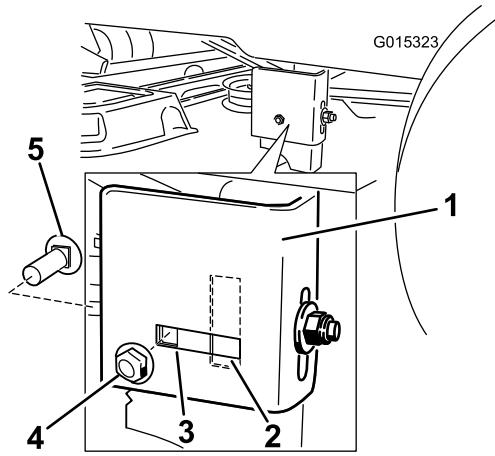

Bild 62
- Prüfen Sie, ob die seitliche Schlossschraube in der arretierten oder geschlitzten Stellung ist (Bild 62).
Hinweis: Wenn die seitliche Schlossschraube in der arretierten Stellung ist, entfernen Sie die seitliche Schlossschraube und seitlich Arretiermutter von der arretierten Stellung und setzen sie in die geschlitzte Einstellstellung ein (Bild 62).